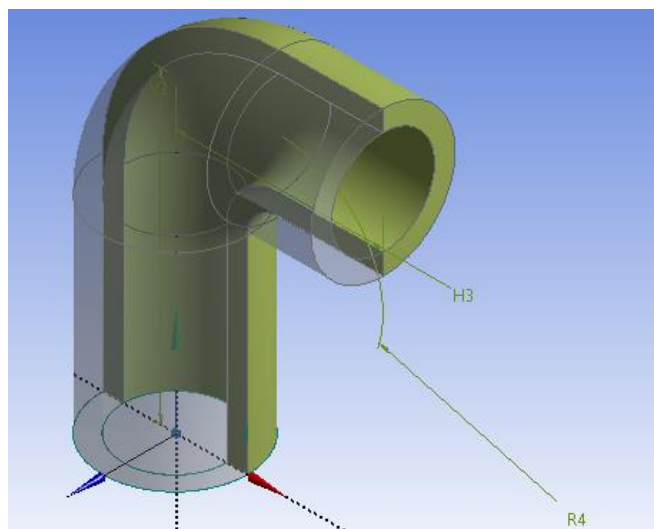

Рис. 2.
**Вихідні дані:** Ескіз коліна трубопроводу наведено на рис. 2.